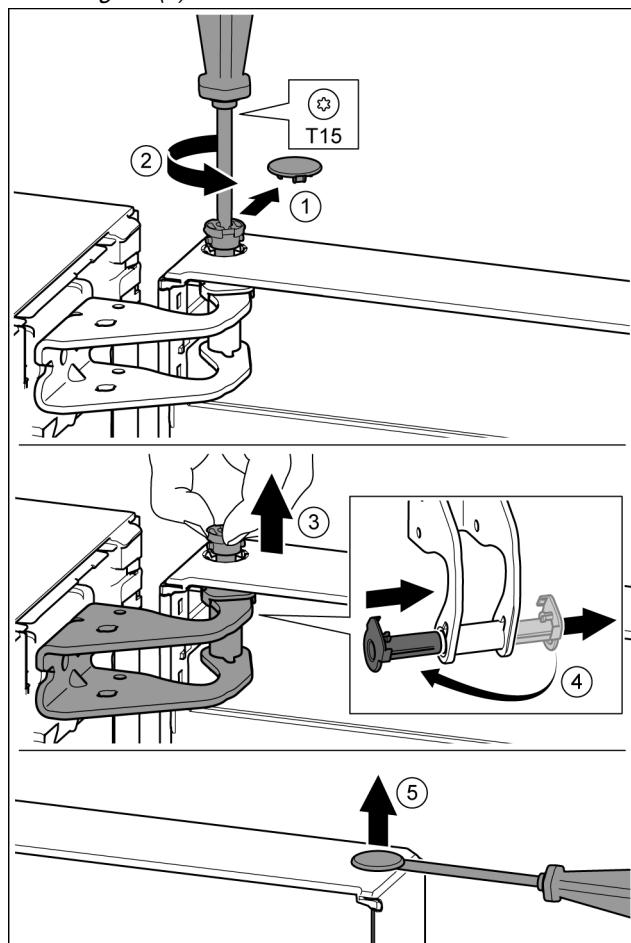

Fig. 11
- ▶ Oprezno skinite sigurnosni pokrov. Fig. 11 (1)
- ▶ Odvijačem T15 malo odvijte svornjak. Fig. 11 (2)
- ▶ Čvrsto držite vrata i prstima izvucite svornjak. Fig. 11 (3)
- ▶ Izvucite čahuru ležaja iz vodilice. Umetnute s druge strane i pustite da uskoči. Fig. 11 (4)
- ▶ Odvijačem s ravnom glavom oprezno podignite čep iz čahure ležaja vrata i izvucite ga. Fig. 11 (5)